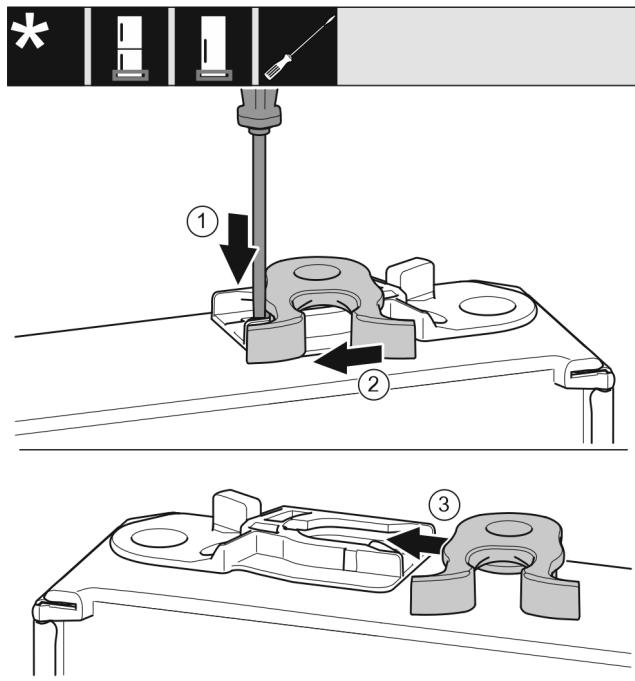

Fig. 18
- Shtypni për poshtë gjuhëzën me një kaçavidë me kokë petë. Fig. 18 (1)
- Nxirri jashtë nga foleja udhëzuese grepat e mbylljes. Fig. 18 (2)
- Shtyni poshtë grepat e kapjes në folenë udhëzues në anën tjetër. Fig. 18 (3)